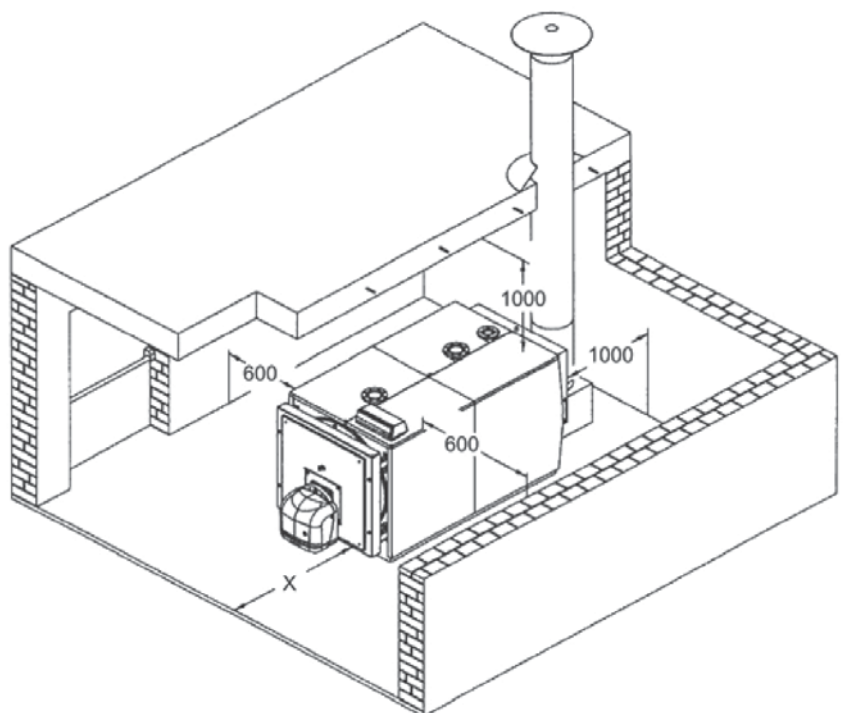

fig. 6
5.3 Luogo di installazione (Fig. 6)